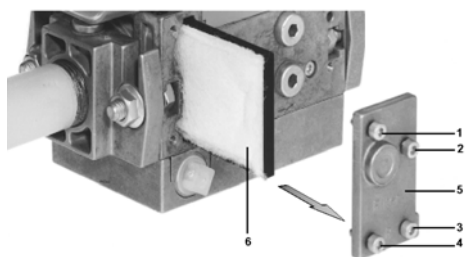

Рис. 37
- 2 Отвинтите винты 1 ÷ 4 шестигранным ключом № 3 и снимите крышку фильтра 5 на Рис. 37.